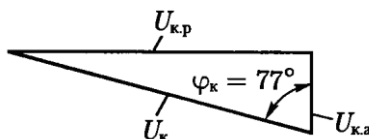

Рис. 1.4. Треугольник напряжений короткого замыкания
- 6 Стороны треугольника напряжений короткого замыкания (рис. 1.4):